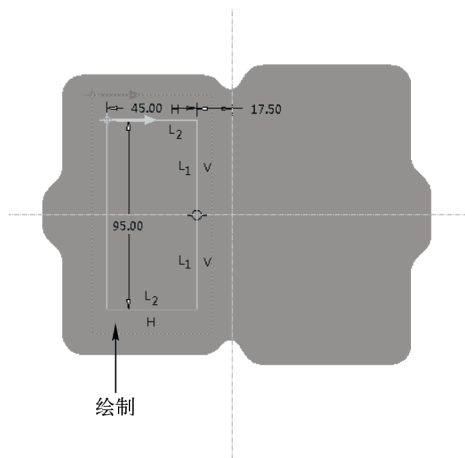

图 16-12 绘制草绘截面三
STEP 11 单击“关闭”面板中的“确定”按钮，完成截面绘制并退出草绘环境。在“输入偏移值”文本框中输入“25”，并单击文本框右侧的按钮，进入草绘环境。单击“草绘”选项卡中的相应按钮，绘制草绘截面，如图 16-12 所示。